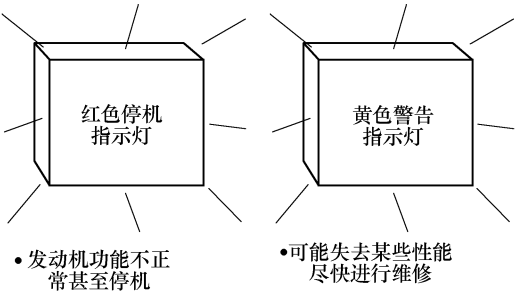
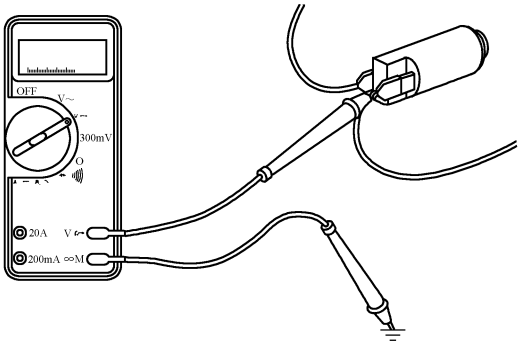

图 6-1 红色停机指示灯和黄色警告指示灯
图 6-2 指示灯与接地间电压的测量
(1) 概述 当检测到部件或系统故障时，故障报警指示灯向驾驶员发出警告。黄色指示灯上印有“WAR NING”警告字样，红色指示灯上印有“STOP”停机字，如图 6-1 所示。
(2) 电压检查
① 打开钥匙开关，用万用表的正表笔接触黄色警告指示灯的信号端子，负表笔接地，万用表必须显示蓄电池电压。
② 测量红色停机指示灯信号端子与接地电压，应为蓄电池电压。指示灯与接地间电压的检查如图 6-2 所示。